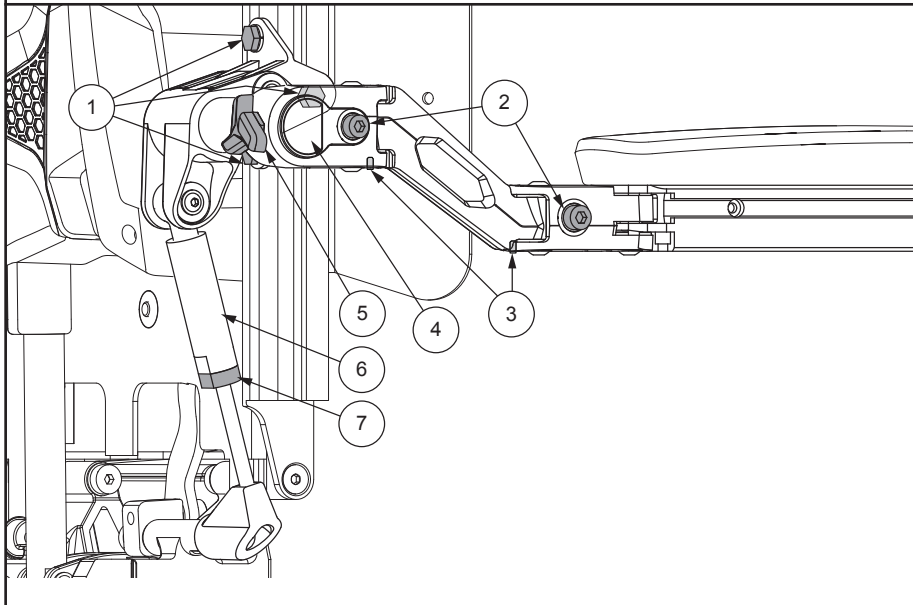

Abbildung 9. Anpassung der Höhe und des Winkels der hochklappbaren Armlehne
1. Lockern Sie die Schrauben 1, 2 und 3. **Siehe Abbildung 9.**
3. Ziehen Sie die Schrauben 1, 2 und 3. **Siehe Abbildung 9.**
1. Lösen Sie die Mutter. **Siehe Abbildung 9.**
3. Ziehen Sie die Mutter fest. **Siehe Abbildung 9.**
1. Lösen Sie vor der Einstellung die Einstellschraube 1 und/oder 2 an der Unterseite der Armlehne. **Siehe Abbildung 9.**
2. Passen Sie die Armlehnenbreite durch Drehen der Schraube 4 und/oder Schraube 5 auf die gewünschte Position an. **Siehe Abbildung 9.**
1. Entfernen Sie den Armlehnenknopf. **Siehe Abbildung 9.**
1. Schieben Sie die Armlehne auf die Armlehnsäule. **Siehe Abbildung 9.**